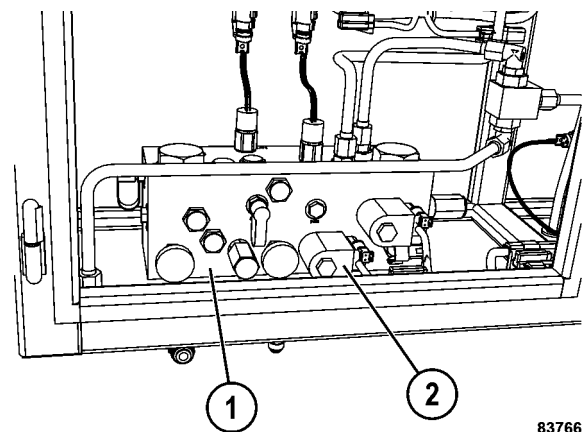

FIGURA 3-15. GABINETE DE FRENOS
- c. Desconecte el arnés de cableado del camión de la solenoide del freno de estacionamiento (2, Figura 3-15). Luego, conecte el arnés de cableado especial a la solenoide del freno de estacionamiento. Conecte el cable a tierra del conector al bloque de conexión a tierra en la parte derecha del gabinete de frenos.